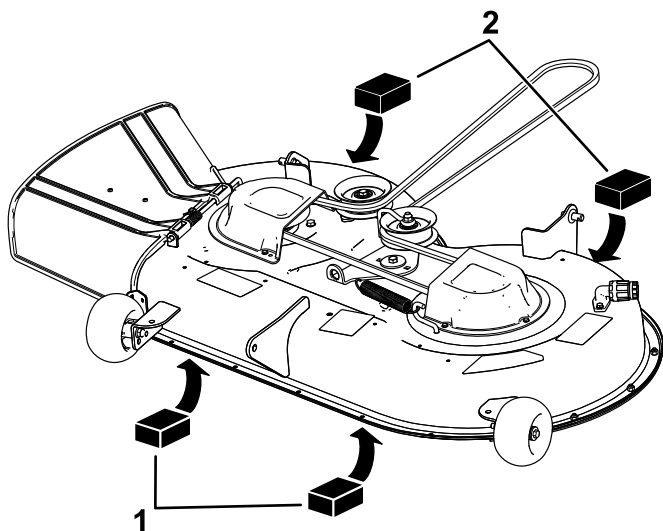

Bild 68
4. Legen Sie zwei 6,6 cm dicke Blöcke an jeder Seite unter die vordere Kante des Mähwerks, jedoch nicht unter die Halterungen der Antiskalpierrollen (Bild 68).
5. Legen Sie zwei 7,3 cm dicke Blöcke unter die hintere Kante des Mähwerks, einen an jeder Seite des Mähwerks (Bild 68).